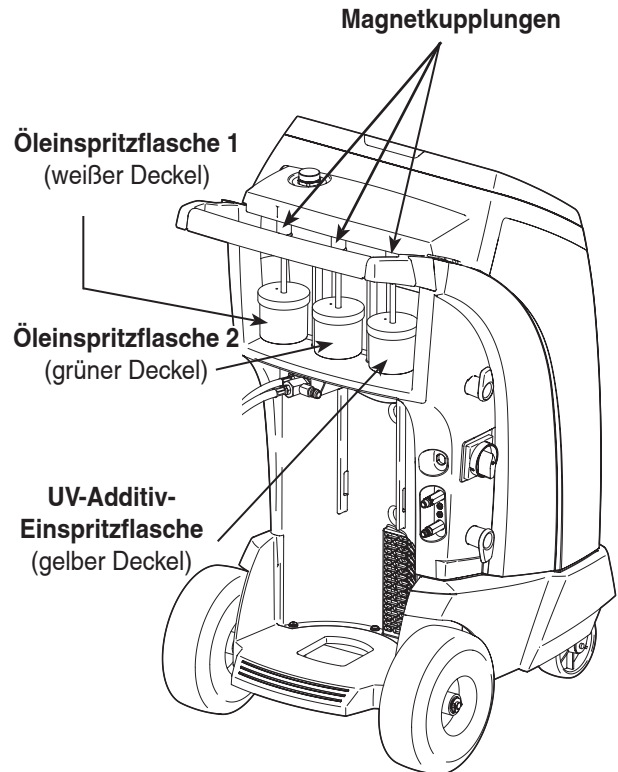

Abbildung 21
1. Die Einspritzflaschen für Öl und UV-Additiv von ihren Waagen entfernen. Siehe Abbildung 21.